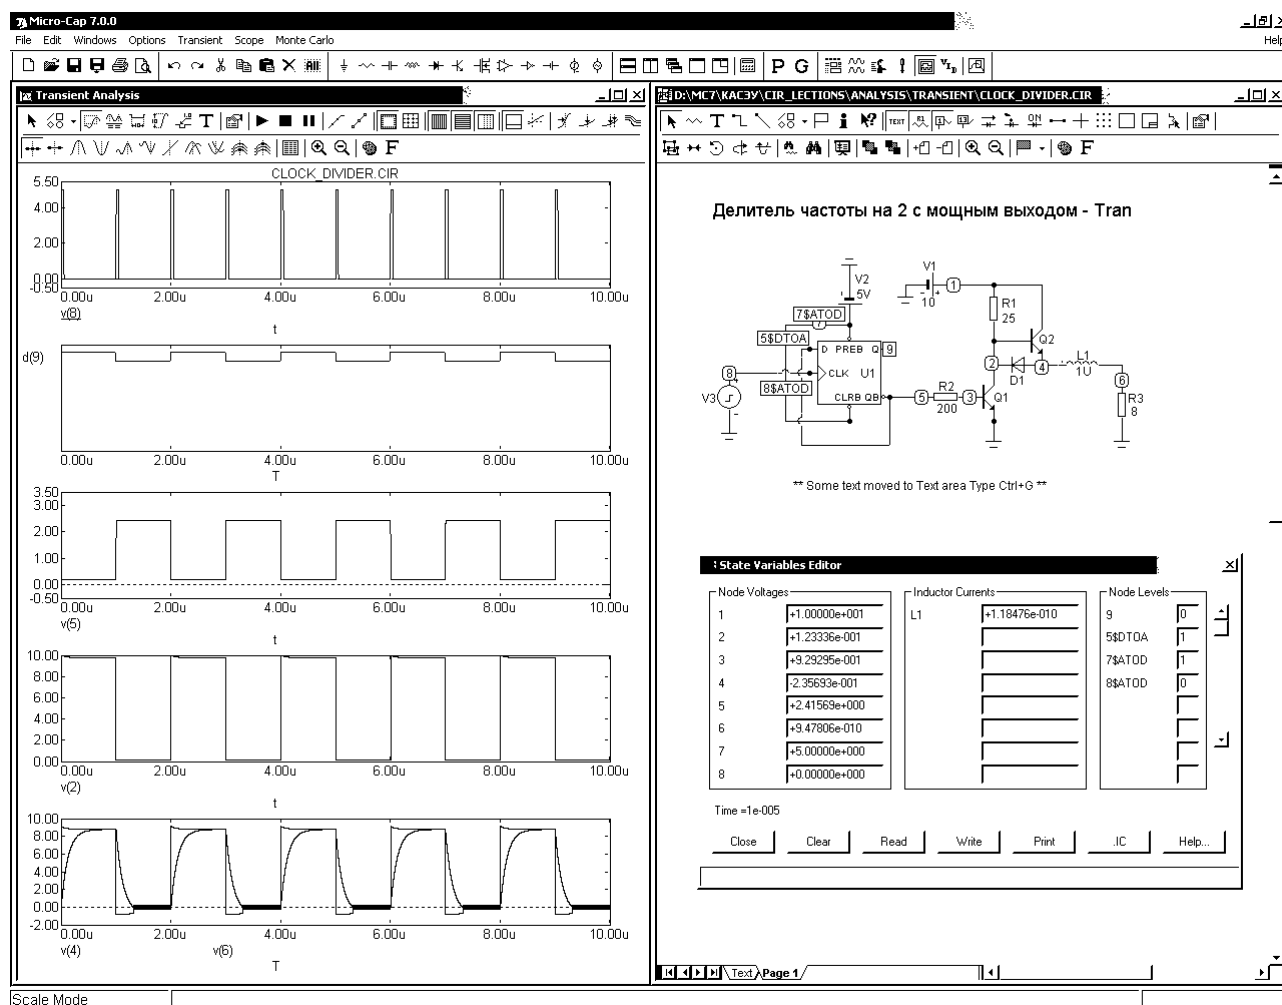

Рис. 4.16. Редактор переменных состояния State Variables Editor
**Окно State Variables Editor.** Редактор значений переменных имеет меню состояния, вызываемый нажатием пиктограммы , показанное на рис. 4.16. В трех колонках располагаются значения узловых потенциалов *Node Voltages*, токов через катушки индуктивностей *Inductor Currents* и логических состояний цифровых узлов *Node Levels*. Узловые потенциалы помечаются именами узлов, а в их отсутствие номерами узлов, токи через катушки индуктивностей — их позиционными обозначениями, логические состояния цифровых узлов (если они имеются в схеме) — именами или номерами узлов. В начальный момент времени эти переменные полагаются равными нулю или состоянию неопределенности «X». После окончания моделирования в этом окне приведены конечные значения переменных состояния. Обычно не требуется редактировать эти значения. Однако это можно сделать, подводя курсор мыши в нужную строку или нажимая [Tab] для перевода курсора в следующую строку.